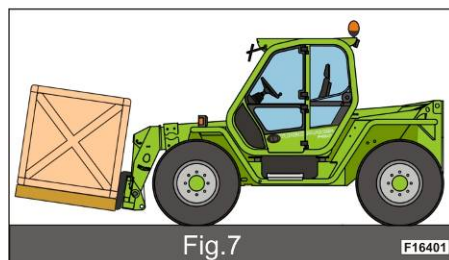

Fig.7
- ruotare la zattera di alcuni gradi verso l'alto e rientrare completamente il braccio telescopico (Fig.7)